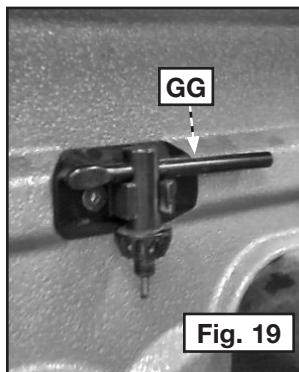

Fig. 19
El lado derecho del cabezal de la prensa de taladro cuenta con un lugar integrado para almacenar la llave del portabrocas incluida (GG). Presione la llave del portabrocas en el portallave, como aparece en la Fig. 19.